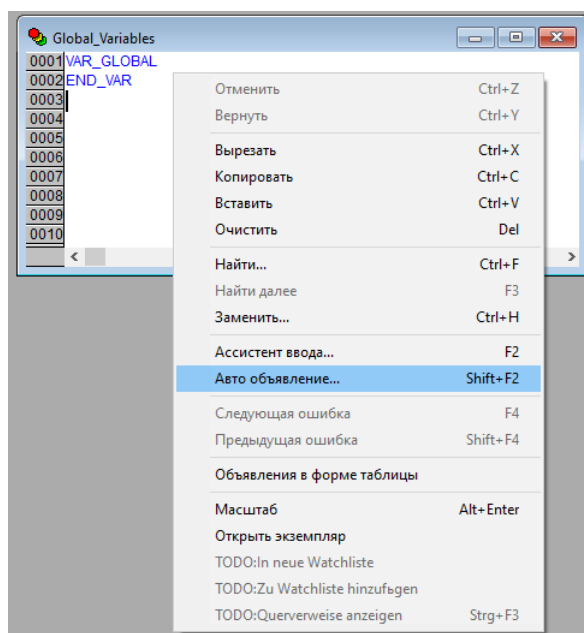

Рисунок 10.3 – Команда «Авто объявление...»
2. В контекстном меню окна объявлений «Глобальные переменные» выбрать команду «Авто объявление...» (см. рисунок 10.3).